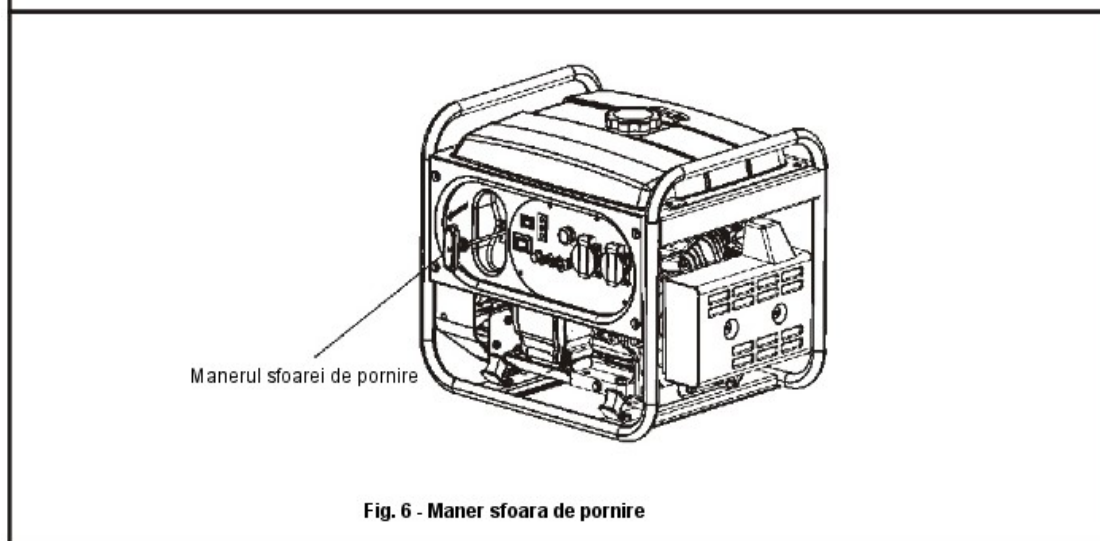

Fig. 6 - Maner sfoara de pornire
4. Trageți manerul demarorului usor, pana simtiti rezistenta, dupa care trageți brusc dupa cum este aratat mai jos. (a se vedea Fig. 6)